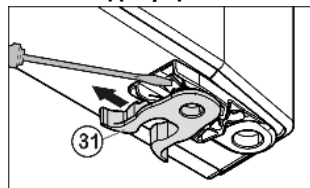

Fig. 11
- ▶ переставить пружинный зажим Fig. 11 (31): Нажать вниз язычок защелки, снять с него пружинный зажим.